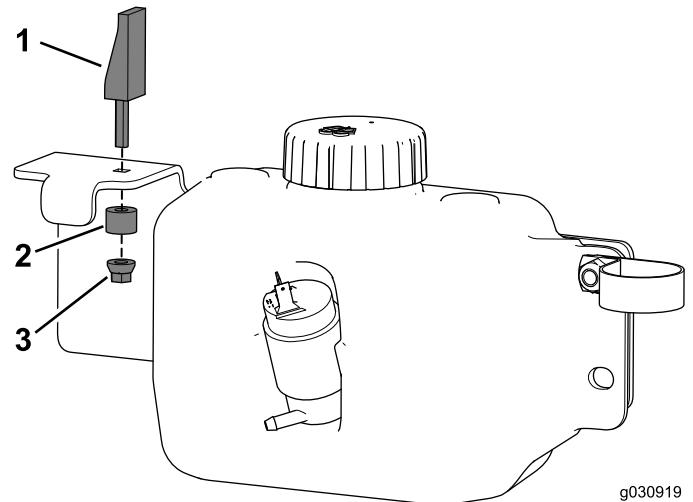

Figura 33
4. Instale o conjunto do trinco à montagem do depósito (Figura 33).